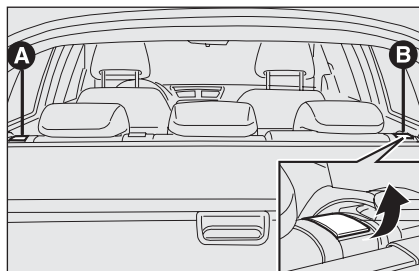

fig. 102
- ☐ levante la manilla **A** o **B**-fig. 102 para desbloquear respectivamente la parte izquierda o derecha del respaldo y acompañe el respaldo sobre el asiento.
- ☐ levante las manillas **A** y **B**-fig. 102 para desbloquear los respaldos y acompañarlos hasta que queden sobre el asiento.